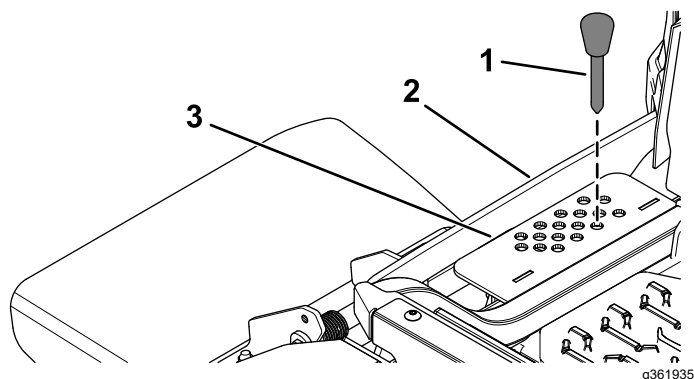

Bild 32
2. Wählen Sie ein Loch in der Schnitthöhenhalterung, das der gewünschten Schnitthöhe entspricht, und stecken Sie den Lastösenbolzen wieder ein (**Bild 32**).
3. Drücken Sie den Mähwerkhubschalter nach unten, bis der Schnitthöhenlenker den Schnitthöhenstift leicht berührt (**Bild 32**).